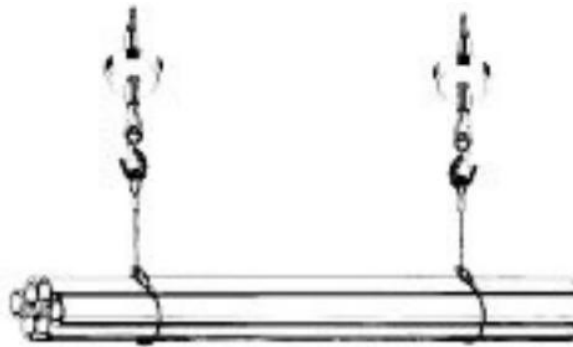

FIG. 16 — Interdiction d'employer deux treuils pour une même charge
- 11) N'utilisez pas deux treuils pour lever une seule charge (FIG. 16).